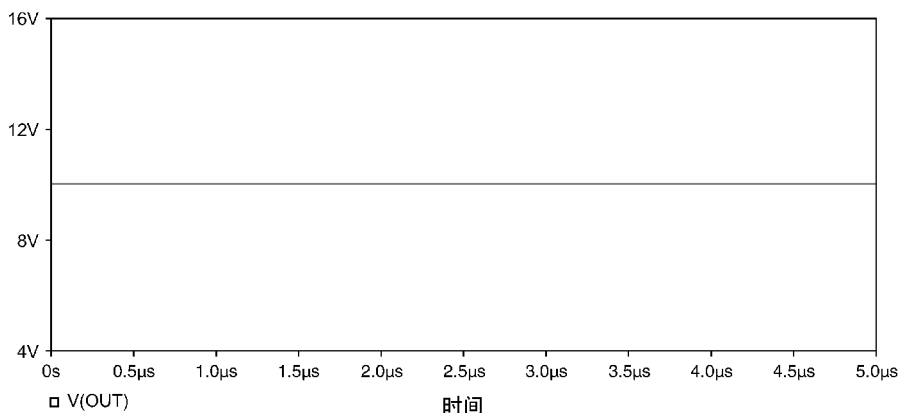

图 12.4 稳态时电容两端电压波形
5. 仿真结果如图 12.4 所示，为一条平滑直线。这是因为电路进行瞬态仿真分析之前，首先进行了直流工作点分析。进行工作点分析时电容电压值为 10V，已达到稳态值。所以当时间  $t=0\text{s}$  时，电容两端电压如图 12.4 所示，为 10V。